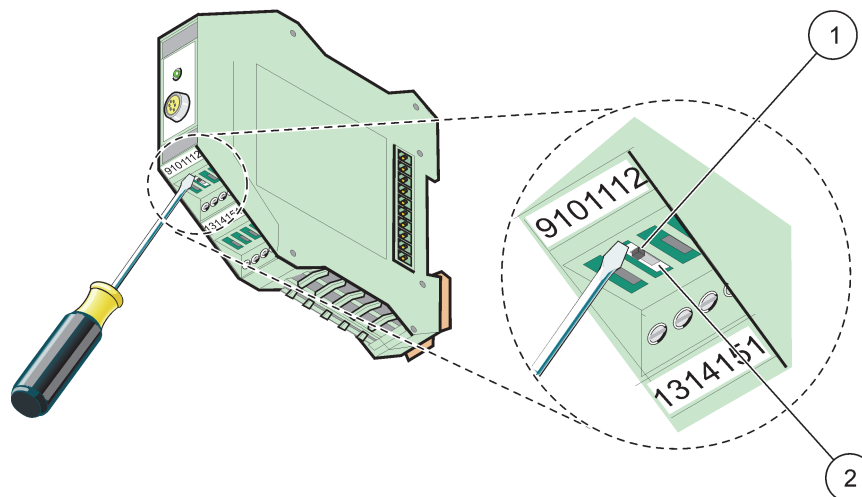

Figura 75 Comutação dos terminais de rede
1. Desactive o comutador (terminal de rede) no módulo (Figura 75).